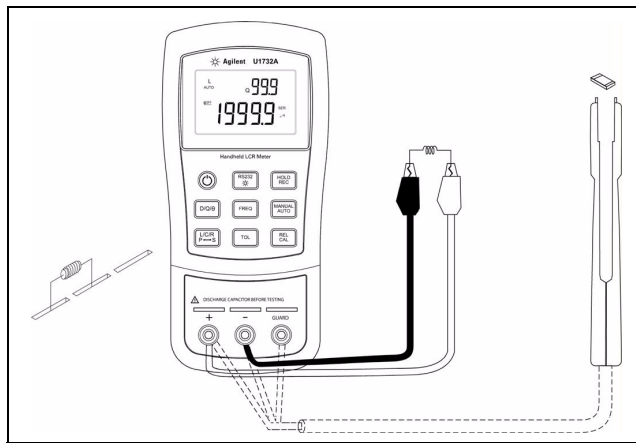
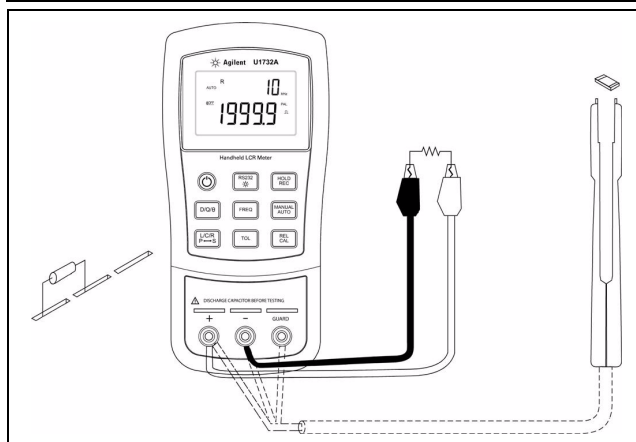

图 1-1 电感测量
图 1-3 电阻测量
- 1 按下 **L/C/R** 键选择电感 (L)、电容 (C) 或电阻 (R) 测量。
- 7 L/C/R 测量设置如 图 1-1 到 图 1-3 所示。